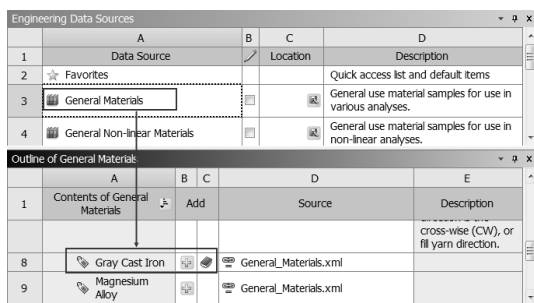

图 7-31 材料选择
Step2：在材料库中选择如图 7-31 所示的 Gray Cast Iron 材料，此时会在 C8 栏中出现 图标，表示此材料被选中，返回 Workbench 主窗口。